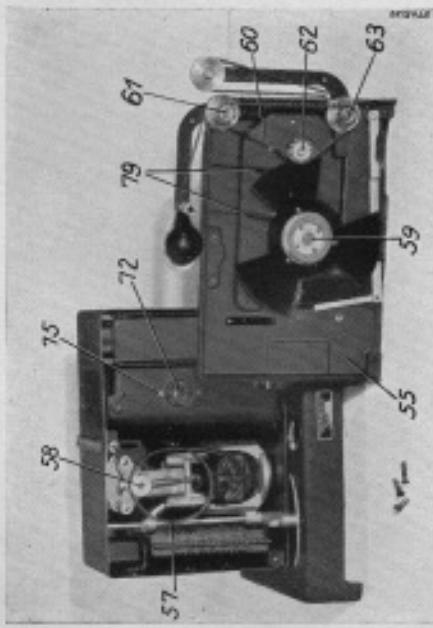
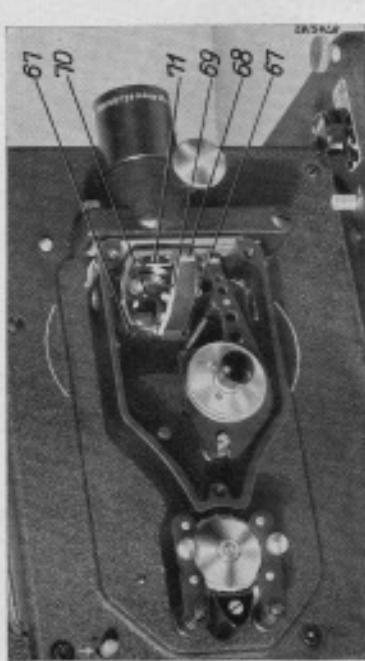

Bild 9.	Pantalex mit abgenommener Frontplatte	63 Antr
Bild 10. Pantalux mit abgenommenem Schild
Außerdem ist die Kondensorlinse 72 (Bild 9) austauschen. Die zur Projektionslampe 5 A 375 W gehörende Kondensorlinse 72 ist auf der Fassung mit M (Leuchtkörper der Lampe in Kolben-Mitte) bezeichnet, die zur Lampe 4 A 200 W gehörende ist ohne Bezeichnung. Das Auswechseln der Kondensorlinse 72 ist im Abschnitt 23 beschrieben.
23. Lampe und Kondensorlinsen sind aufeinander abgestimmt. Zum Auswechseln der Linse 72 (Bild 9) die Frontplatte nach Punkt 30 abnehmen, die 2 Schrauben 75 (Bild 9), die die Linsenfassung halten, lösen, die Kondensorlinse 72 mit ihrer Fassung von der Lampenseite her aus der Wand herausdrücken und auswechseln. Die flachere Seite der Linse muß nach der Lampe zu liegen. Auswechsellinsen mit Fassung sind vom Lieferer des Gerätes zu beziehen.
Innen an der Frontplatte an den Lagern der Getriebewelle 79 (Bild 9),
30. Die Frontplatte 55 (Bild 5) ist durch Herausdrehen der drei Befestigungsschrauben 56 a, 56 b und 56 c zu lösen und abzuheben. Der Riemen 57 (Bild 9), der über die Motorantriebswelle 58 und die Blendenwelle 59 läuft, lädt sich leicht auswechseln.
Zum Abnehmen der Kette 60 (Bild 9) sind die Sechskantmuttern auf den Antriebswellen 61 und 63 abzuschrauben; die Kettenräder lassen sich dann mit der Kette herausnehmen. Nach dem Einsetzen einer neuen Kette wird die Frontplatte aufgesetzt und festgeschraubt.
32. Ein unsauberes Beleuchtungssystem beeinträchtigt die Bildhelligkeit! Zum Reinigen Frontplatte abnehmen (siehe Punkt 31). Schild 65 (Bild 5) nach Lösen der Schrauben 66a, 66b und 66c abheben. Schrauben 67 (Bild 10) lösen, Spiegelhalter 68 und den darunterliegenden Umleitungsriegel 69 abnehmen. Der Spiegel 69, die in die Frontplatte eingelassene Linse 70 und die Goldglasscheibe 71 können jetzt von beiden Seiten gereinigt werden. Nachdem das Lampengehäuse 43 und die Projektionslampe (Bilder 3 und 4) abgenommen sind, lassen sich auch die andere Linse 72 (Bild 9) und der Hohlspiegel 47 (Bild 3) reinigen. Die Glasflächen des Objektivs 73 (Bild 5) nicht mit den Fingern berühren; sie können mit einem weichen Leinenlappen oder mit Linsentreinigungspapier gesäubert werden.